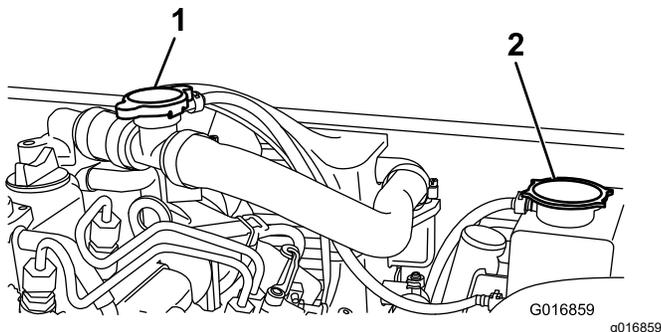

図 55
- ラジエターの補助タンクのキャップを取る **図 55**。